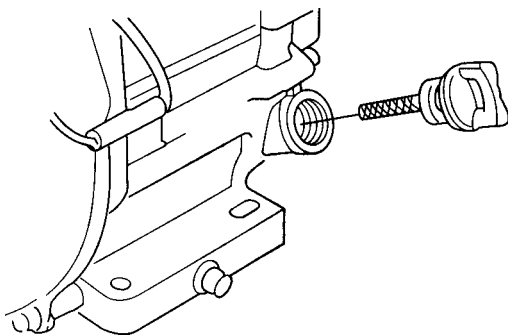

Figure 3. Jauge d'huile du moteur (retrait)
2. Retirez la jauge de l'orifice de remplissage d'huile moteur (Figure 3) et essuyez les coulures.